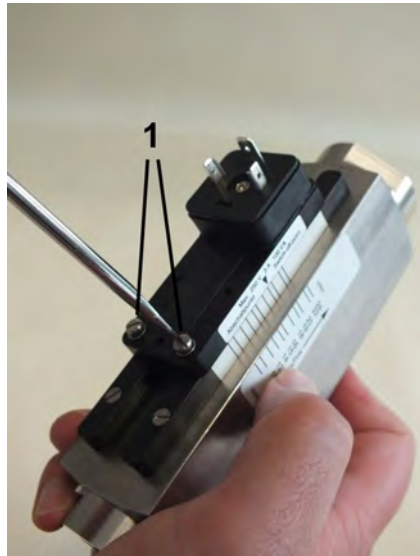

Abb. 75: Feststellschrauben lösen
3. Feststellschrauben (Abb. 75/1) des Schaltkontaktes mit einem Schlitzschraubendreher so weit lösen, dass er sich frei verschieben lässt
11. ➤ Feststellschrauben (Abb. 75/1) wieder festdrehen, dabei Anziehdrehmoment einhalten (*↪ Kapitel 11.1 „Anziehdrehmomente“ auf Seite 89*)